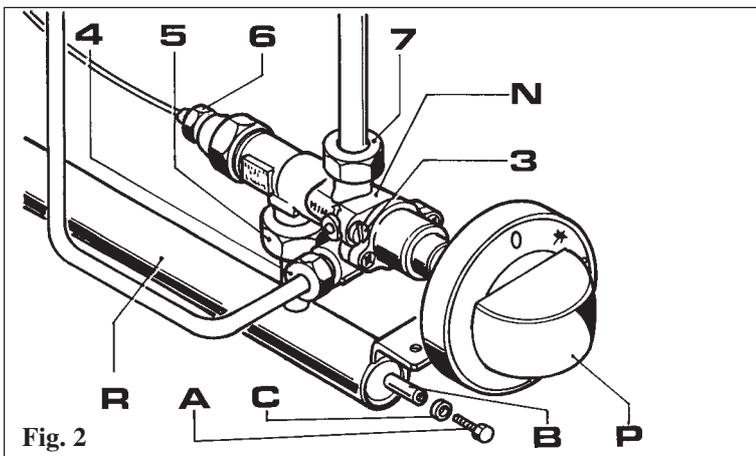

Fig. 2
- Desenroscar el termopar de el grifo con válvula de seguridad (6 fig. 2) con una llave del 9;
5.2 ENCENDIDO DEL QUEMADOR PILOTO FIG. 2 Y 3.
- Para encender el quemador piloto apretar el mando (P) girándolo hacia